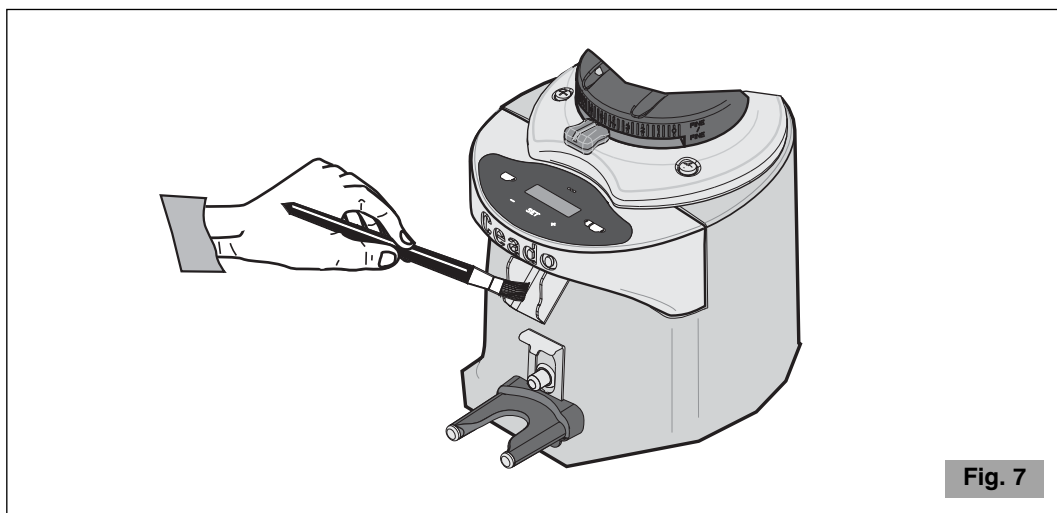

Fig. 7
- Utiliser une brosse ou un pinceau (Fig. 7) pour nettoyer les zones les moins accessibles à son intérieur et un chiffon sec pour les autres surfaces.